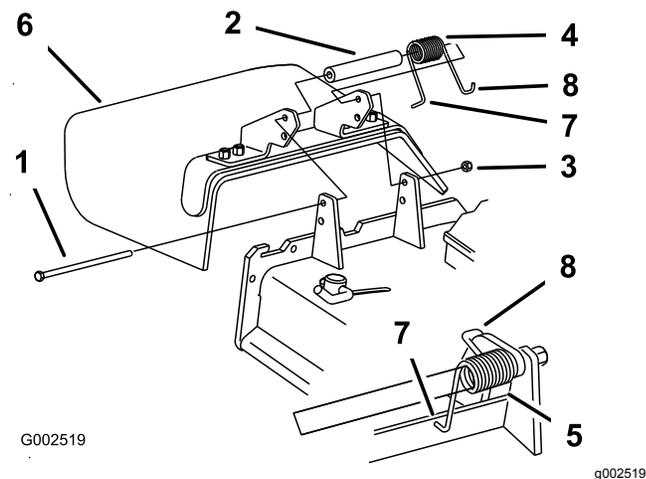

Figura 114
1. Retire la contratuerca, el perno, el muelle y el espaciador que sujetan el deflector a los soportes de pivote (Figura 114).
Nota: Asegúrese de colocar el extremo en L del muelle detrás del reborde de la carcasa antes de instalar el perno, según se muestra en la Figura 114.
5. Coloque el extremo en J del muelle alrededor del deflector de hierba (Figura 114).